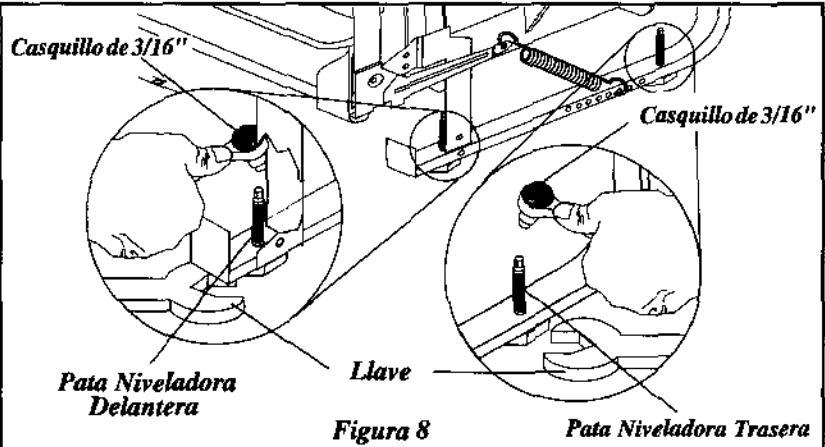

Figura 8
- Afloje las patas niveladoras delanteras y traseras girándolas a la izquierda. Consulte la tabla para el número de vueltas. Ver Figura 8. Las patas niveladoras deben dejar un despeje de 1/4" debajo de la parte inferior del mesón.